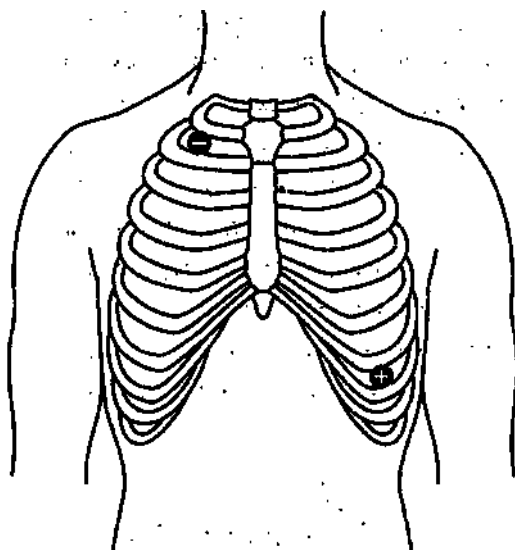

Рис. 33. Схема наложения ЭКГ электродов для синхронной регистрации ЭКГ в ходе длительного видео-ЭЭГ мониторинга
4. В случае необходимости регистрации сигнала ЭКГ в ходе длительного видео-ЭЭГ мониторинга рекомендуется использовать одноразовые ЭКГ электроды с коннектором «кнопка» и соответствующими кабелями отведения. Электроды располагают на туловище пациента, используя модифицированное II стандартное отведение (рис. 33). Предварительно кожу в местах наложения электродов обезжирьте с помощью спиртовой салфетки. Дополнительное нанесение токопроводящего геля при использовании одноразовых ЭКГ электродов не требуется. После наложения подключите электроды с помощью кабелей отведения в соответствующий канал электронного блока системы, введенный в монтаж обследования в качестве канала ЭКГ: кабель электрода, расположенного в правой подключичной области, – в отрицательное гнездо, кабель электрода, расположенного в левом подреберье, – в положительное гнездо. В качестве заземляющего электрода используйте ранее наложенный электрод ЭЭГ.